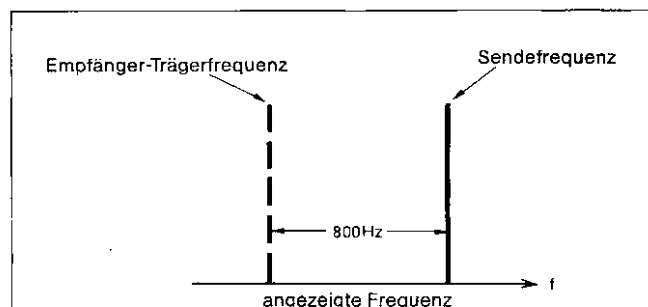

Fig. 3-1 Frequenzanzeige bei CW-Betrieb
- Bei SSB-Betrieb erfolgt die Abstimmung der VFO-Frequenz in 100 Hz-Schritten. Im 2 m-Band wird hauptsächlich das obere Seitenband (USB) verwendet. Bei Änderung der VFO-Frequenz in 100 Hz-Schritten in Richtung auf das obere Bandende (UP) ändert sich die Tonhöhe des demodulierten Signals in umgekehrter Richtung von hoch nach tief. Um einen optimalen SSB-Betrieb zu gewährleisten, sollte der VFO so abgestimmt werden, bis das demodulierte Signal sauber und natürlich klingt. Falls sich die Sendefrequenz der Gegenstation gegenüber der eingestellten Empfangsfrequenz verschoben hat, läßt sich die RX-Frequenz mit Hilfe der Empfänger-Feinverstimmung (RIT) gegenüber der abgelesenen um ca. ± 1 kHz verschieben.
2. Bei CW-Betrieb wird die Empfangs-Trägerfrequenz angezeigt, während die Sendefrequenz um 800 Hz höher als der abgelesene Wert liegt. (Beim Empfang eines 800 Hz-Schwebungstones liegt die Betriebsfrequenz ebenfalls 800 Hz höher als der abgelesene Wert. Siehe Fig. 3-1.